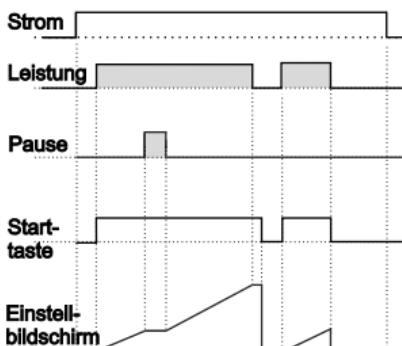

Abbildung 3.3
3.2.1 Wenn Aufwärtszählen **DEct** = 0 und **butF o-n** ist, wird das Regelschema in Abbildung 3.3 gezeigt.